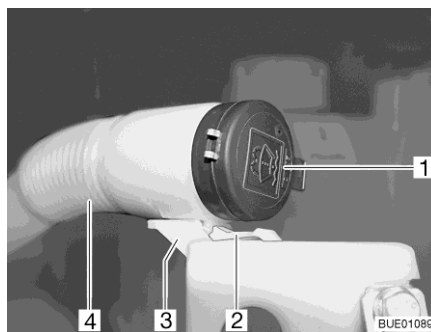

Fig. 54 Tubo de llenado depósito de agua para lavar
- Presionar hacia abajo la pestaña (Fig. 54,2) y mantenerla presionada.
- Extraer la manguera flexible (Fig. 54,4) hacia adelante del soporte (Fig. 54,3).
- Quitar la tapa (Fig. 54,1) del tubo de llenado del depósito de agua para lavar.